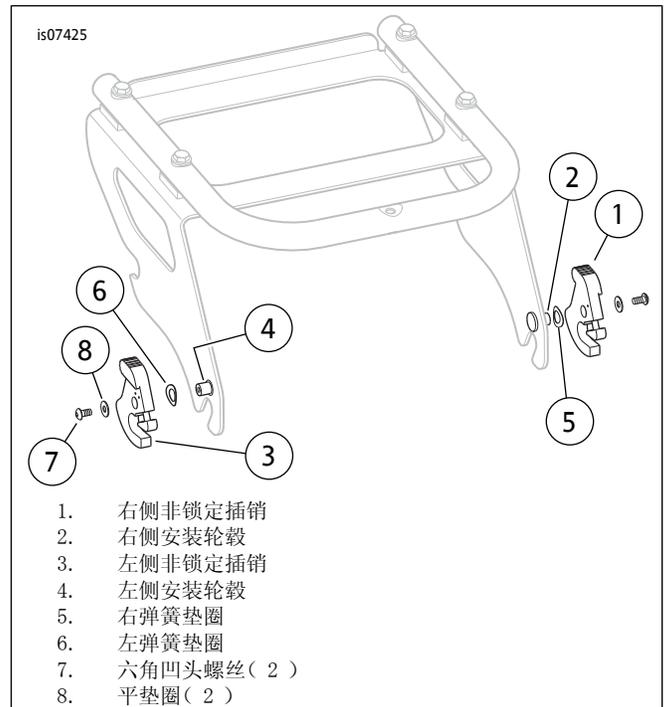

图1。插销互换（显示的是互换配置之前）
1. 参见图1。拆下右侧非锁定插销(1)。将右弹簧垫圈(5)留在右侧安装轮毂(2)上。